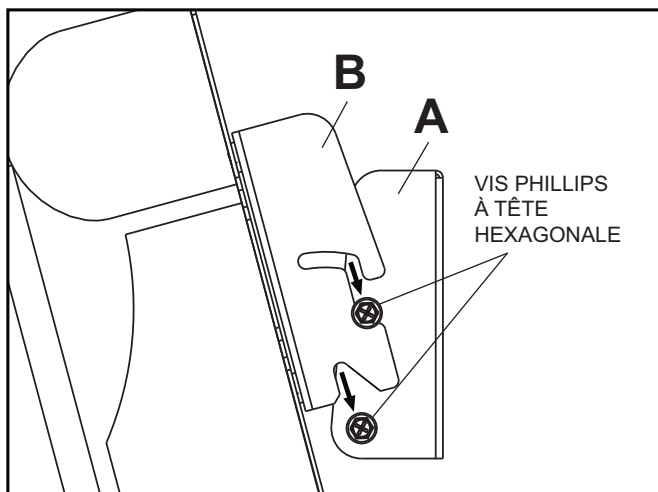

fig. 4.3
Guidez les fentes de la plaque de montage (B) sur les quatre vis phillips à tête hexagonale comme illustré à la figure 4.3.